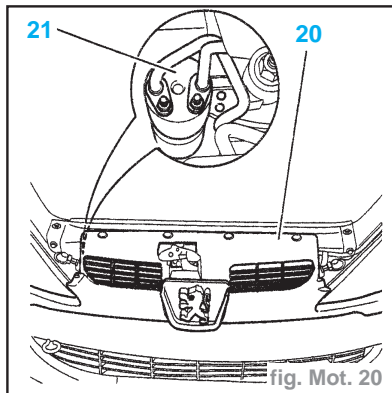

fig. Mot. 20
- Déposer l'ensemble (20) (fig. Mot. 20).